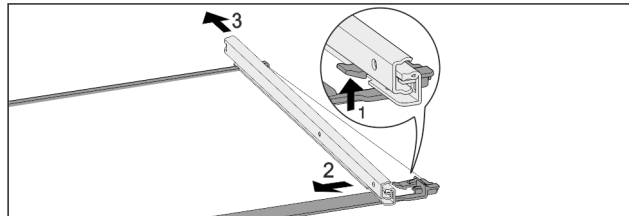

Fig. 58 Placa de cristal con rieles
- ▶ Presione los ganchos de sujeción delanteros hacia arriba. Fig. 58 (1)
- ▶ Empuje la corredera hacia un lado Fig. 58 (2) y hacia atrás Fig. 58 (3).